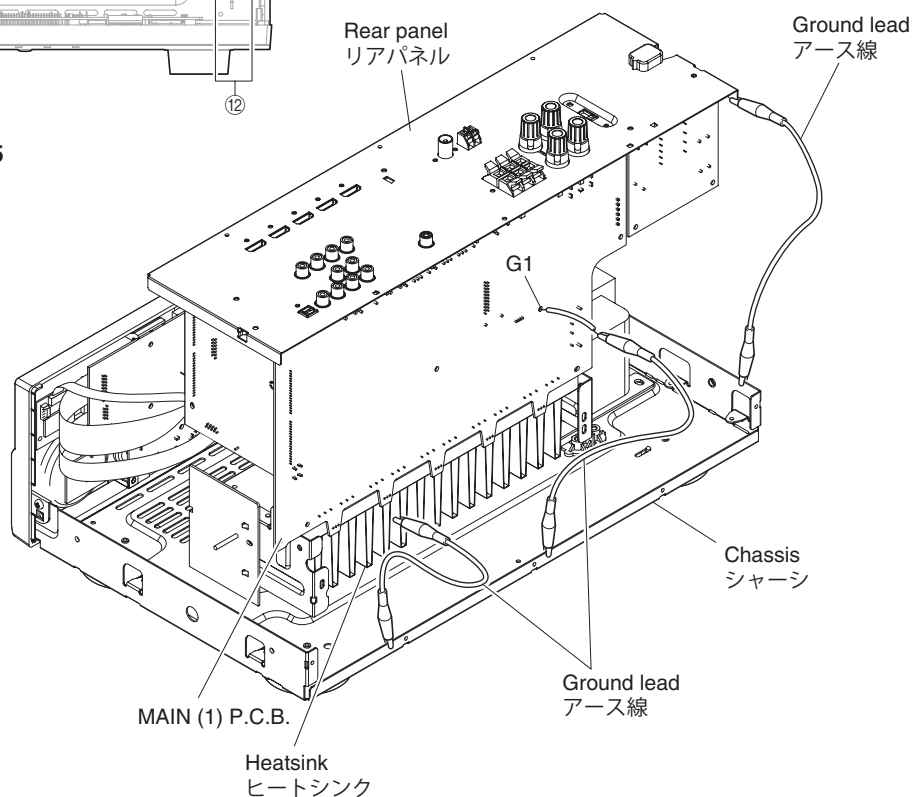

Fig. 6
- Place the P.C.B.s (with rear panel) upright. (Fig. 6)
- Connect the heatsink, rear panel and MAIN (1) P.C.B. (G1) to the chassis with a ground lead. (Fig. 6)
- リアパネルと一緒にP.C.B.を立ち上げて置きます。(Fig. 6)
- ヒートシンク、リアパネル、MAIN (1) P.C.B.のG1のアースをリード線でシャーシに接続してください。(Fig. 6)